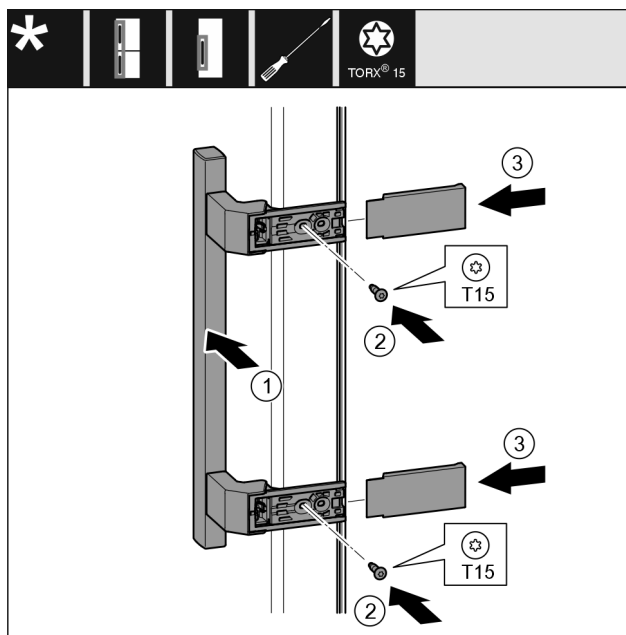

Fig. 9
- ▶ Założyć uchwyt po przeciwległej stronie. Fig. 9 (1)
- ▶ Przykręcić śruby śrubokrętem T15. Fig. 9 (2).
- ▶ Założyć osłony z boku i wsunąć. Fig. 9 (3)